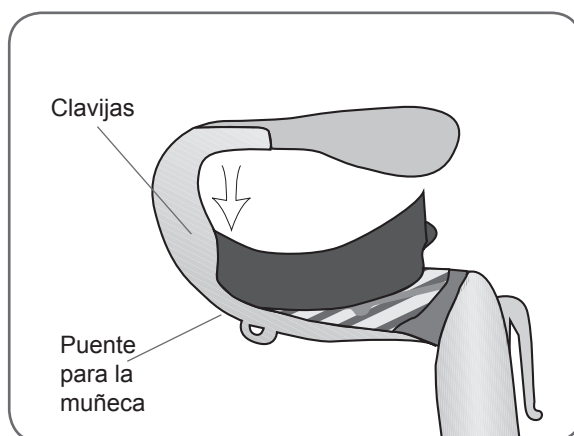

Ilustración 6-6: Cómo insertar el accesorio amortiguador en el puente para la muñeca.
4. Inserte las clavijas del accesorio amortiguador en el puente para la muñeca. Consulte la Ilustración 6-6. Procure no dañar los circuitos electrónicos del puente para la muñeca .